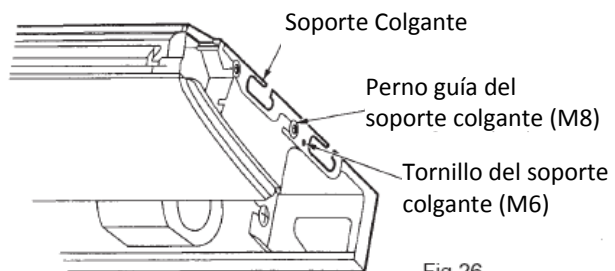

Fig.26
- Afloje los dos pernos guía del soporte colgante (M8) de cada lado a menos de 10mm. Quite los dos tornillos del soporte colgante (M6) en el lado posterior. Quite el soporte colgante jalándolo hacia atrás (Ver Fig. 26)
- Apriete firmemente ambos pernos guía del soporte colgante (M8). (Ver Fig. 26)
- Apriete firmemente ambos tornillos del soporte colgante (M6) para prevenir el movimiento de la unidad de interior. (Ver Fig. 26)